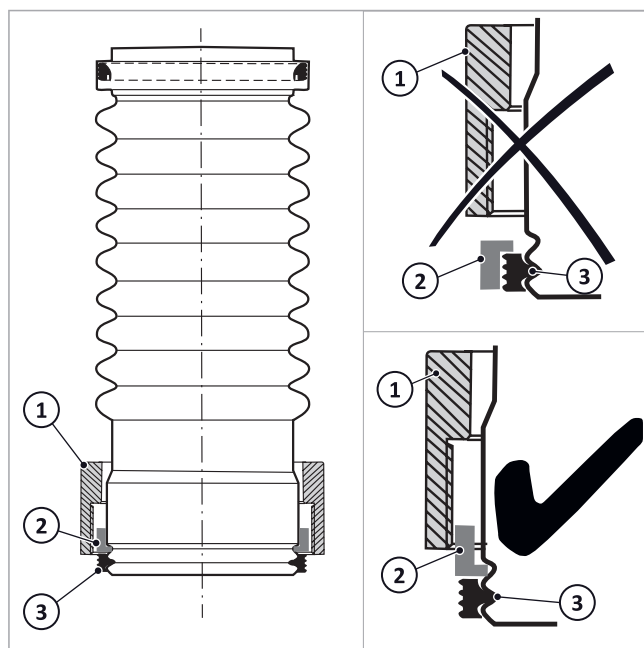

Fig. 17 : raccord vissé en place
1. Comme indiqué sur la → fig. 17, faites glisser l'écrou-raccord (1), le circlip (2) et le joint (3) sur l'extrémité inférieure du tuyau du raccord d'évacuation des gaz.